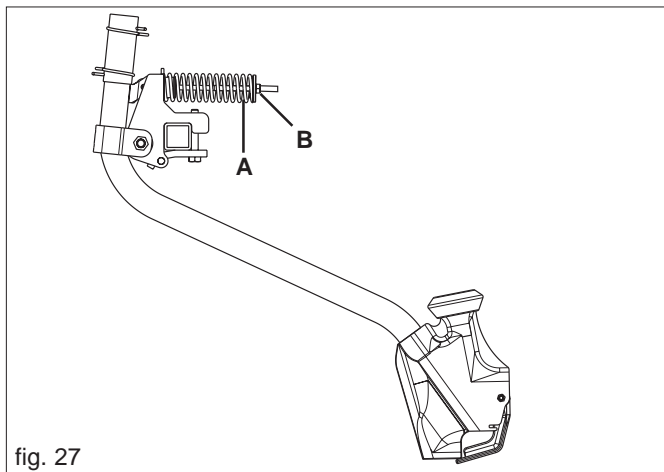

fig. 27
La profondità di semina viene regolata singolarmente su ogni elemento, agendo sulle molle a compressione (A, Fig. 27) per mezzo del dado (B). A seconda della tipologia di terreno, aumentare o diminuire la compressione della molla per determinare la corretta profondità di lavoro.